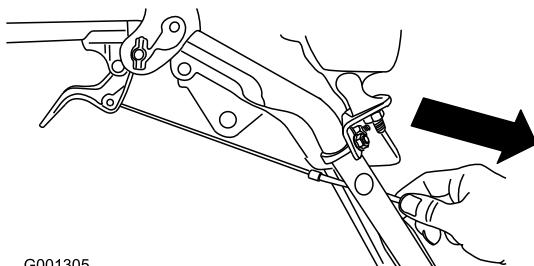

Figura 9
4. Tirate la guaina del cavo delicatamente verso il basso fino a quando la leva della frizione ruote non è abbassata ed è stato rimosso l'allentamento del cavo, poi serrate saldamente il dado del serrafiletto (Figura 9).